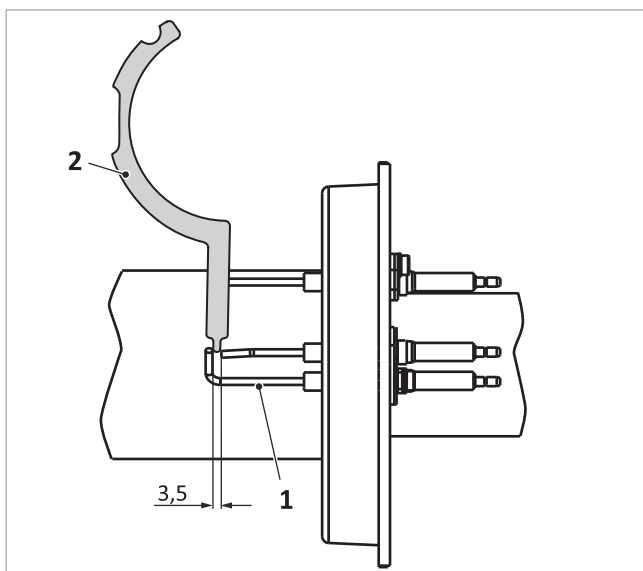

Abb. 40: Abstand Elektrode zur Masse an der Zündelektrode
2. Abstände der Ionisationselektrode mit Hilfe einer Elektrodenlehre → Abb. 40 (2) überprüfen (ggf. durch vorsichtiges Biegen korrigieren).
- Elektroden untereinander → Abb. 40 (1): 3,5 mm